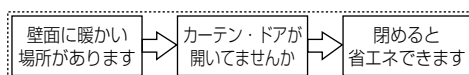

図4. “おしらせ画面”表示例2
エアコンの上手な使い方③(カーテンの有効利用)についても同様に“ナビランプ”が点灯し、リモコン表示でユーザーへ知らせる(図4)。